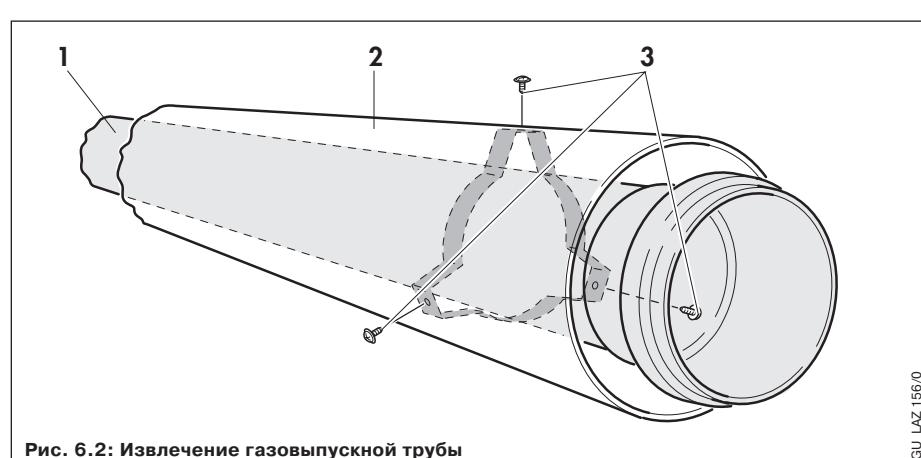

Рис. 6.2: Извлечение газовыпускной трубы
- ☞ Удлинительные секции поставляются в не смонтированном состоянии, чтобы для раздельного укорачивания воздушной и газовыпускной труб не требовался их демонтаж. После укорачивания соедините друг с другом воздушную и газовыпускную трубу (см. рис. 6.2), ввернув прилагаемые винты (3) через отверстия, просверленные в воздушной трубе (2), в распорный элемент газовыпускной трубы (1).